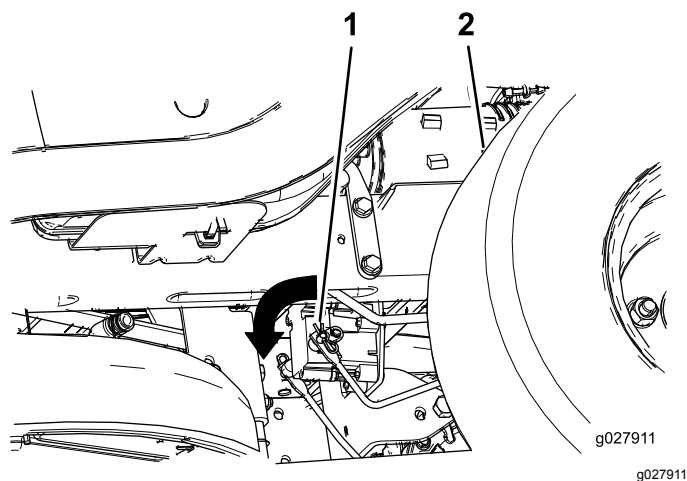

Figure 48
2. Localisez l'arbre sur le frein électrique au point de connexion des bras de liaison (Figure 48).